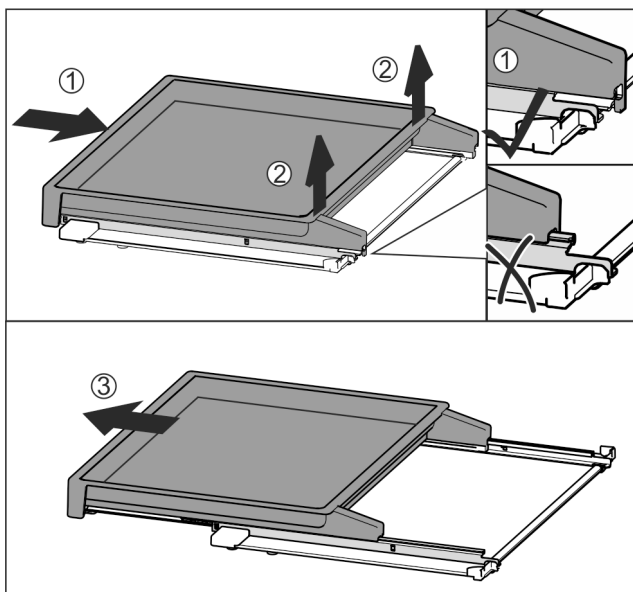

Fig. 133
- ▶ Вставить вытяжную панель полностью Fig. 133 (1).
- ▶ Отпустить фиксацию на задней стороне Fig. 133 (2).
- ▶ Извлеките вытяжную панель движением вперед Fig. 133 (3).